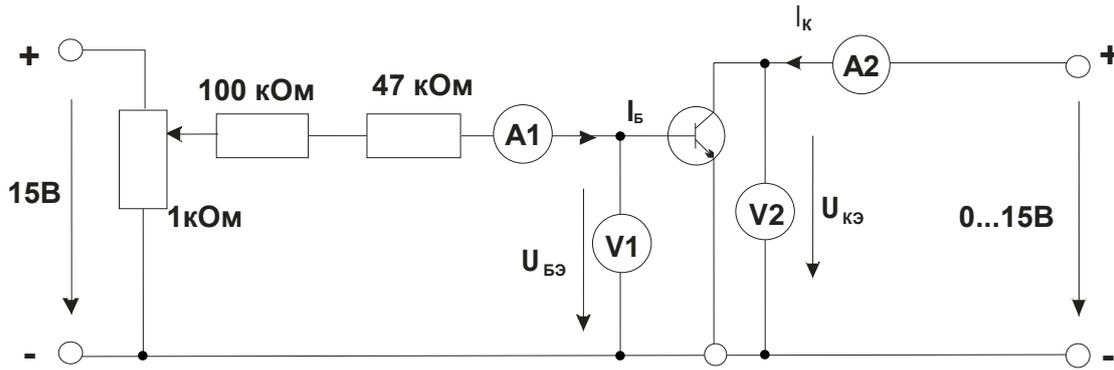

Рис.4.3.1
- Соберите цепь согласно схеме (рис.4.3.1). Потенциометр 1 кОм используется для регулирования тока базы, резисторы 100 и 47 кОм – для ограничения максимального тока базы. Измерение тока базы I_b и напряжения $U_{бэ}$ производятся мультиметрами на пределах 200 μA и 2 В соответственно. Регулирование напряжения $U_{кэ}$ осуществляется регулятором источника постоянного напряжения, ток коллектора I_k и напряжение $U_{кэ}$ измеряются виртуальными приборами (пределы измерения коннектора изменяются в ходе работы по мере необходимости или по подсказкам компьютера).